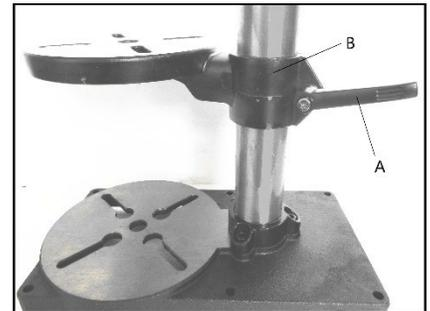

Abb. 2
Schieben Sie den Tisch in die passende Höhe und fixieren Sie dann den Feststellgriff (A, Abb. 2) an der Halterung (B).